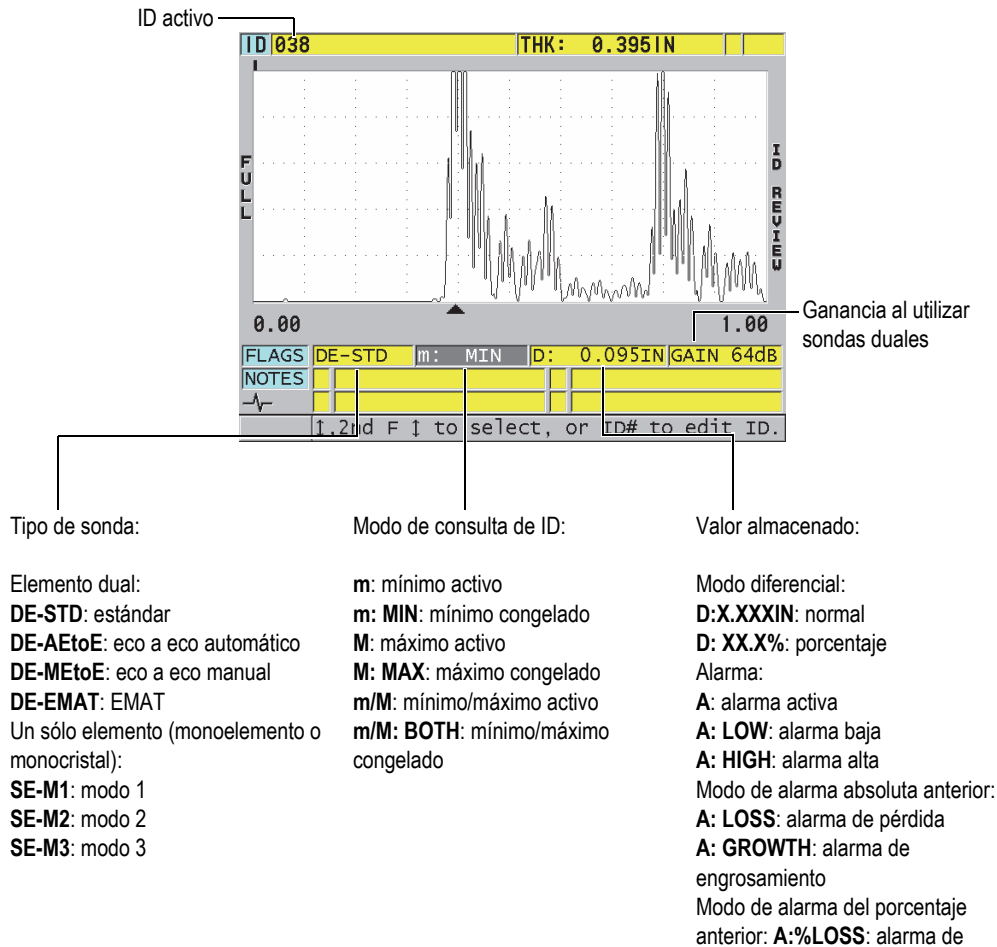

Figura 11-27 Pantalla de revisión de números de identificación (ID)
La Figura 11-27 en la página 230 muestra un ejemplo de la pantalla de revisión de los ID y describe su contenido. El área debajo del A-scan está reservada para los indicadores de estado que describen los valores de espesor almacenados y que son
3. En la pantalla de revisión de ID (ver Figura 11-27 en la página 230):